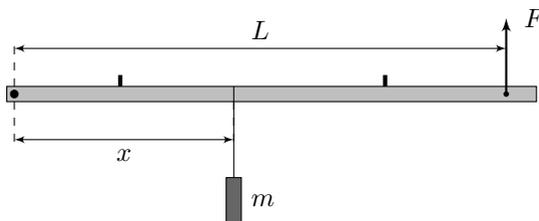

Рис. 1
В вашем распоряжении имеется подъёмный механизм, основой которого является однородный рычаг массой  $M$ , шарнирно закреплённый на крышке стола. Груз массой  $t$  подвешен к рычагу на расстоянии  $X$  от шарнира, причём это расстояние можно изменять в определенных пределах, перемещая петлю подвеса груза. Для того, чтобы рычаг находился в горизонтальном положении или очень медленно (квазистатически) поднимался, оставаясь почти горизонтальным, необходимо к проволочной петельке, расположенной на правом конце рычага, прикладывать вертикальную силу  $F$  (см. рис.1).
1. Измерьте расстояние  $L$  между шарниром и точкой приложения силы  $F$  (см. рис. 1).